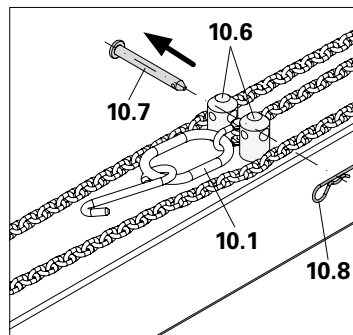

Fig. A3.02a
1. Retirer les goupilles de sécurité (10.8) et les boulons (10.7) du manchon (10.6). (Fig. A3.02a)